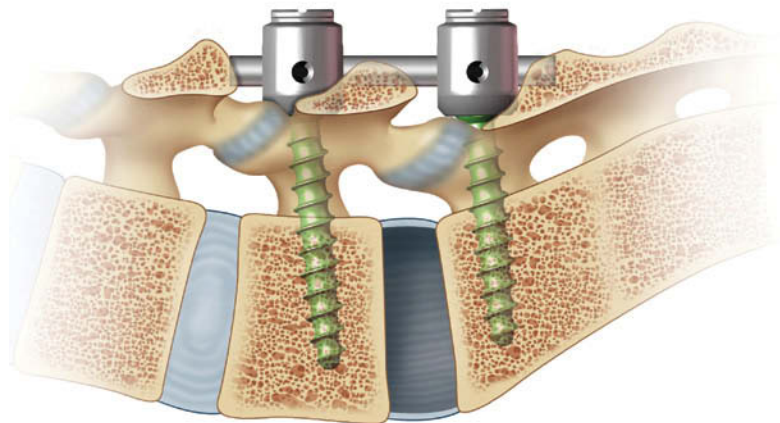

図 12
- 伸延が得られたら、棘突起間に一時的なロッド設置、もしくはラミナスプレッターを使用することで、椎間板腔開口部を維持できます(図12)。